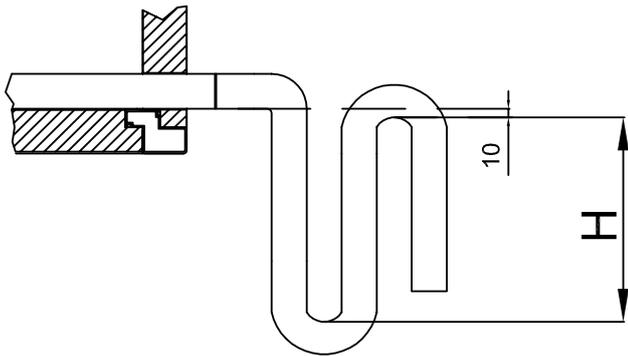
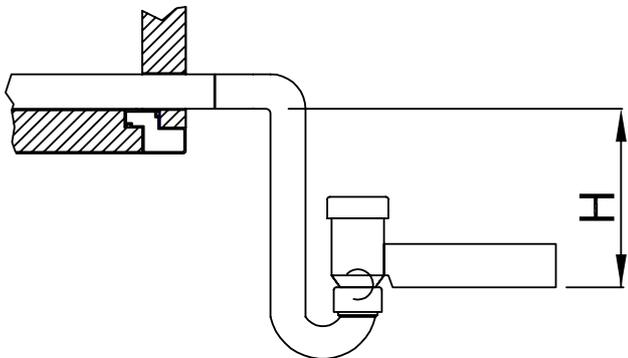

Bild 33
Bild 34
- Unten wird der Einbau des Überdrucksiphons (Abbildung 33) und der Einbau des Unterdrucksiphons (Abbildung 34) gezeigt.